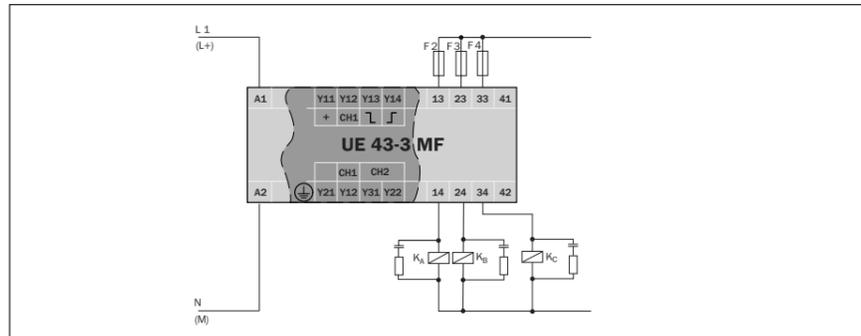

Fig. 2 : Schéma de base : alimentation, circuit de sortie à 3 voies redondantes (cf. caractéristiques techniques)
- Pour prévenir le collage par soudure électrique des contacts du relais, prévoir le montage d'une protection (de classe gG) contre les surintensités de sécurité, courant maxi 6 A en série avec chaque contact de commande (cf. fig. 2, fusibles F2/F3/F4).